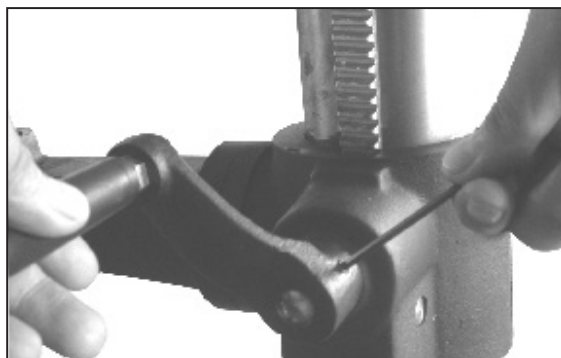

Figura 13
2. Instale el Mango (#4A) de la manivela para alzar/bajar la mesa en el poste de lado del Soporte de Mesa (#17A) con una llave hexagonal. (Figura 13).